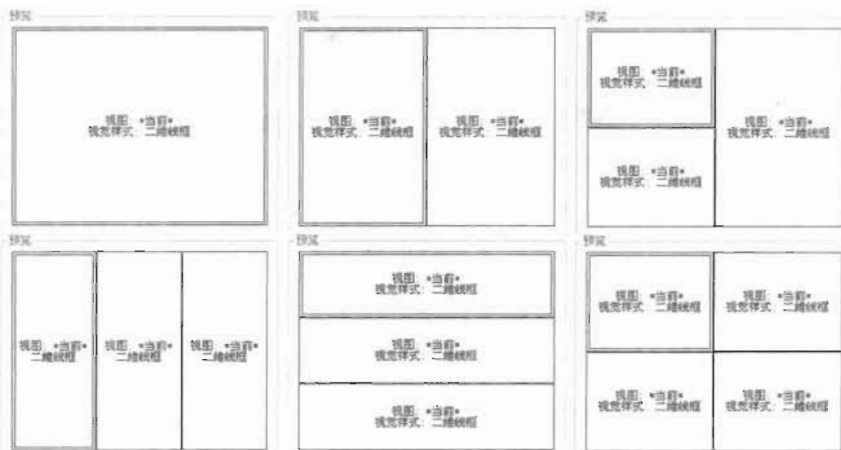

图 12-27
- **标准视口**：显示了当前的模型视口配置和各种标准视口配置，可以选择其中的标准视口配置并应用到当前图形窗口中。主要有如图 12-27 所示的几种标准视口布局。